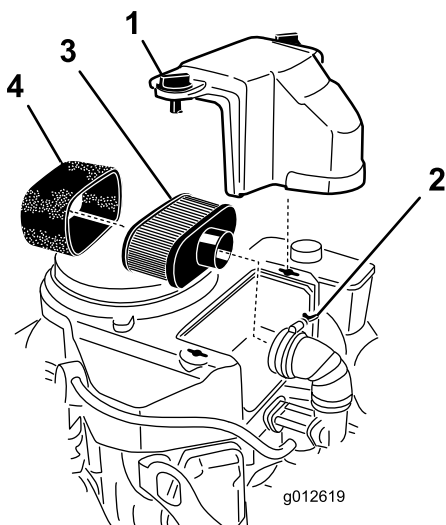

Figure 43
3. Nettoyez la surface autour du filtre à air pour éviter que des impuretés n'endommagent le moteur en tombant à l'intérieur (Figure 43).
4. Desserrez les boutons du couvercle et déposez le couvercle du filtre à air (Figure 43).
5. Desserrez le collier et déposez le filtre à air (Figure 43).
6. Sortez délicatement l'élément en mousse de l'élément en papier (Figure 43).
1. Nettoyez l'élément en papier en le tapotant pour faire tomber la poussière. Remplacez-le s'il est très encrassé (Figure 43).
1. Glissez délicatement l'élément en mousse sur l'élément en papier (Figure 43).
2. Posez le filtre à air complet sur sa base ou sur le flexible et fixez-le en position (Figure 43).
3. Mettez le couvercle du filtre à air en place et serrez les boutons du couvercle (Figure 43).